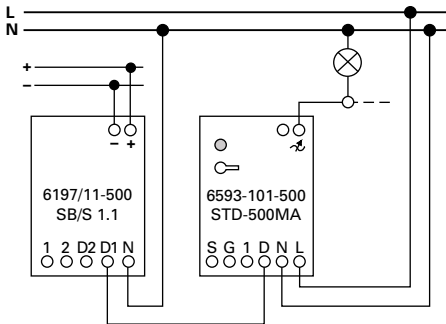

Fig. 3**D**
- über Leistungsbaustein 6594-102-500 (siehe Fig. 3)